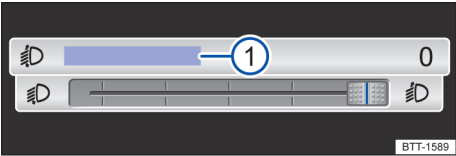

Fig. 93 No sistema Infotainment: botão deslocável para regular o alcance das luzes.
Dependendo da versão, é possível ajustar o alcance das luzes com o botão deslocável do sistema Infotainment → Fig. 93.
- Pressione o botão de função **Regulagem do alcance das luzes** → Fig. 93 ①.